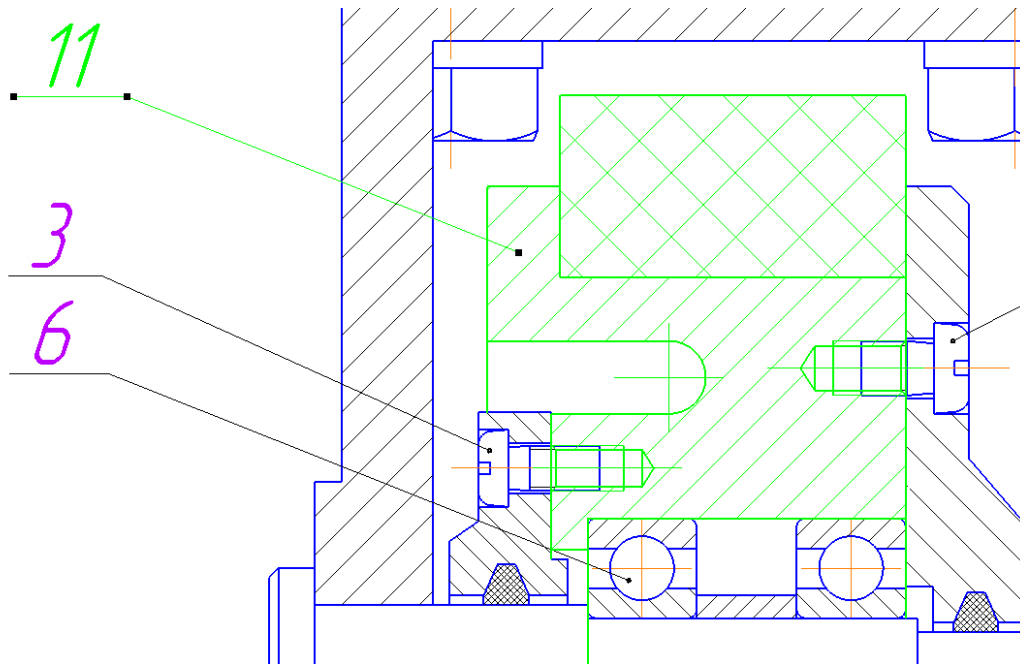

Рис. 4.74. Простановка позиции к сборочной единице «Колесо»
- Проставьте обозначение позиции  к сборочной единице «Колесо» (рис. 4.74).